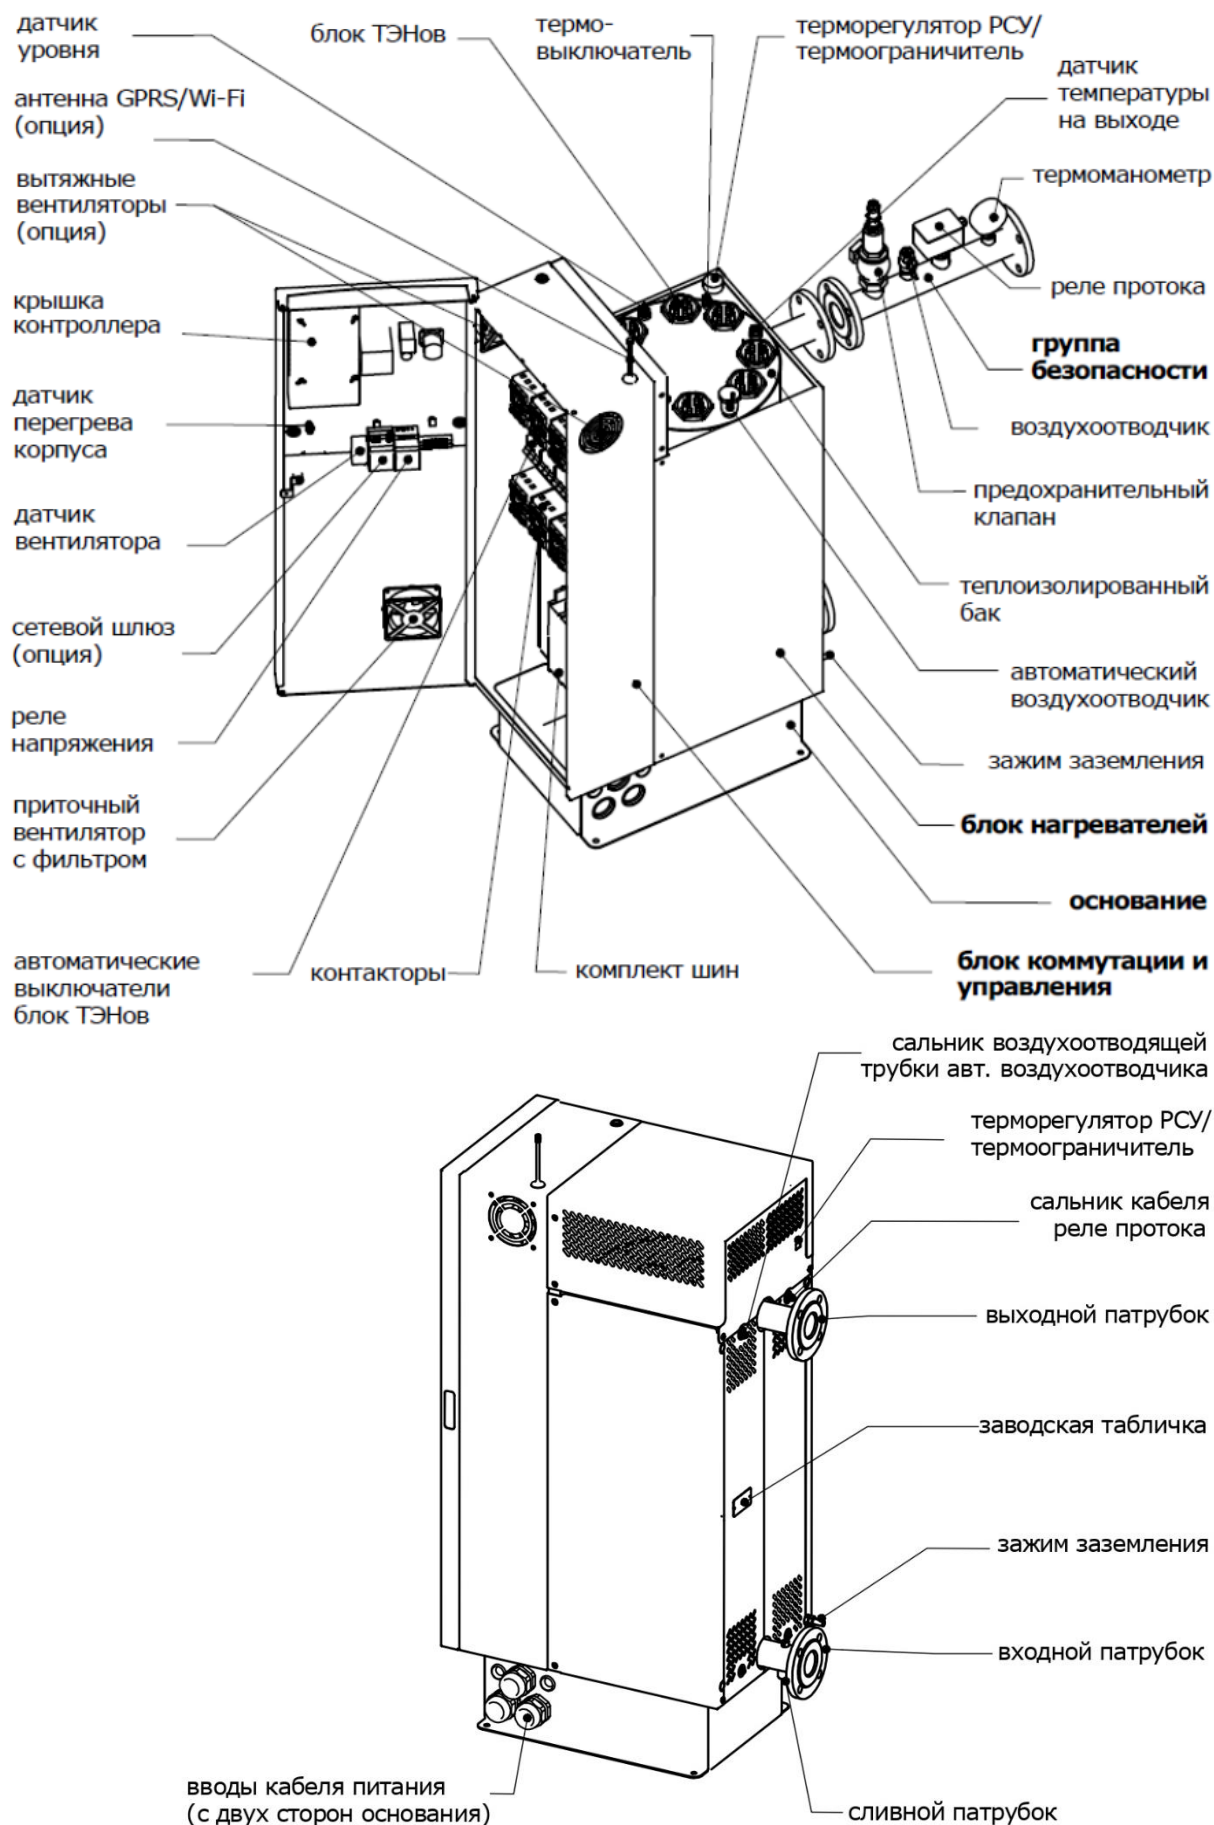

Рис. 2
4.2. Внутреннее устройство водонагревателя показано на рис. 2. В блоке коммутации и управления размещены: медные шины для подключения к электросети, автоматические выключатели блок ТЭНов, контакторы, автоматический выключатель цепи управления. На двери БКУ смонтирован контроллер, реле напряжения, сетевой шлюз (опция), датчик перегрева, датчик вентилятора и вентилятор (или вентиляторы) с фильтром. На корпусе БКУ расположена внешняя антенна GPRS/Wi-Fi (опция).
Термоограничитель/ терморегулятор РСУ установлен в блоке нагревателей с возможностью регулировки через вырез в крышке блока нагревателей (см. рис. 2).
6.6. Группа безопасности должна быть установлена только на выходном патрубке водонагревателя (см. рис. 2).